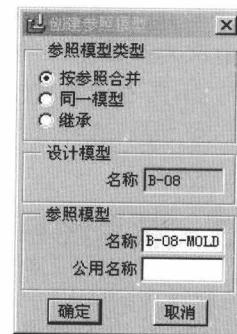

图 1.16
- ① 首先依次选择【菜单管理器】中的【模具模型】和【定位参照零件】选项，弹出【打开】和【创建参照模型】对话框。
- ② 在【打开】对话框中选择“b-08.prt”，然后单击【打开】按钮。弹出【创建参照模型】对话框，如图 1.16 所示。选择【按参照合并】单选按钮。选择此项的主要作用为有效控制父子关系、去掉做图步骤、做一个过渡的“参照模型”。在“名称”栏将“104_ref”改为“B-08-MOLD”，单击【确定】按钮。